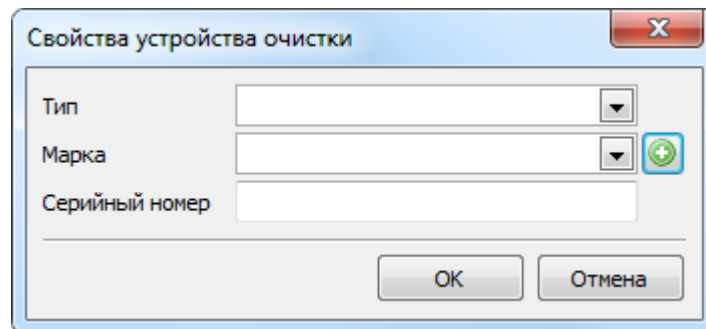

Рисунок 121. Диалог "Свойства устройства очистки"
При редактировании записи таблицы работа происходит в диалоге **"Свойства устройства очистки"** (Рис. 121).
3. В появившемся диалоге, аналогичном диалогу при добавлении нового устройства очистки и дегазации раствора (Рис. 121), отредактируйте необходимую информацию .